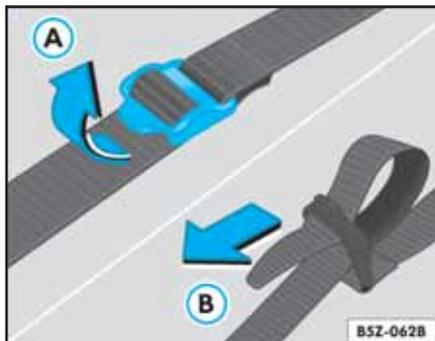

Fig. 162 Cinta de fijación de la caja de herramientas
La caja de herramientas está fijada a la rueda de repuesto con una cinta ⇒ fig. 162.
- Suelte la cinta de fijación, levantando el cierre en el sentido de la flecha ⇒ página 216, fig. 162  y saque la caja de herramientas.
- Coloque la caja de herramientas y prenda la cinta. La ⇒ página 216, fig. 162  muestra la posición correcta de la cinta en la respectiva hebilla.